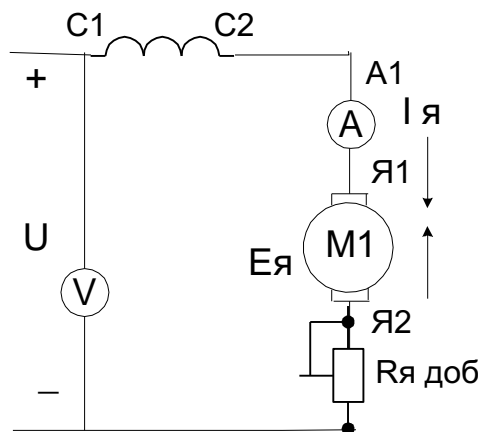

Рис.19.2. Схема ДПТ последовательного возбуждения.
6. Соберите схему двигателя с последовательной ОВ согласно рис.19.2. Снимите зависимость частоты вращения от напряжения питания.